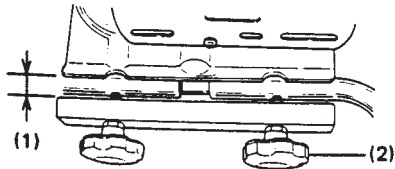

Fig. 1
- 1) Draai de 4 knoppen van de handgreep ca. 2,5 cm (1 inch) los, zodat u allebei de handgrepen uit kunt klappen. Als u de knoppen te ver doordraait, draait u ze helemaal los. (Fig. 1)